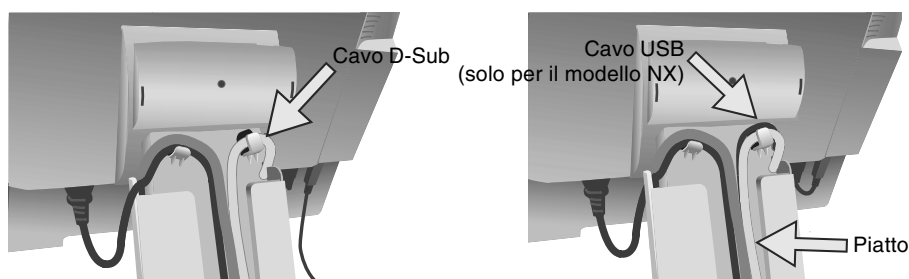

Figura C.3 (Immagine: modello LCD2070NX)
8. Assicurarsi che tutti i cavi siano piatti contro il supporto (**figura C.3**).